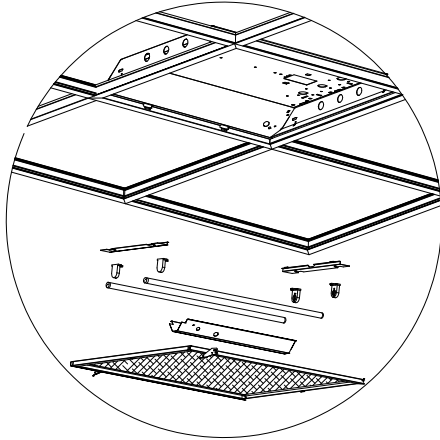

Fig. 1
- 1** Avant l'installation, débranchez le luminaire de toute source d'alimentation. Retirez la quincaillerie existante (lentille/cadre de lentille, paralume parabolique, réflecteurs/couvercles du ballast, supports, ampoules/douilles). Laissez les fils d'alimentation et de mise à la terre (figure 1).